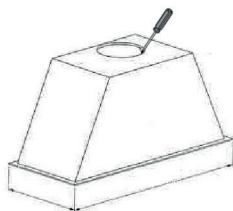

Рис. 2
1. Для вывода воздуха в режиме вентиляции необходимо вынуть заглушку из пластика. Вставить в открытое отверстие адаптер. (Рис. 2)